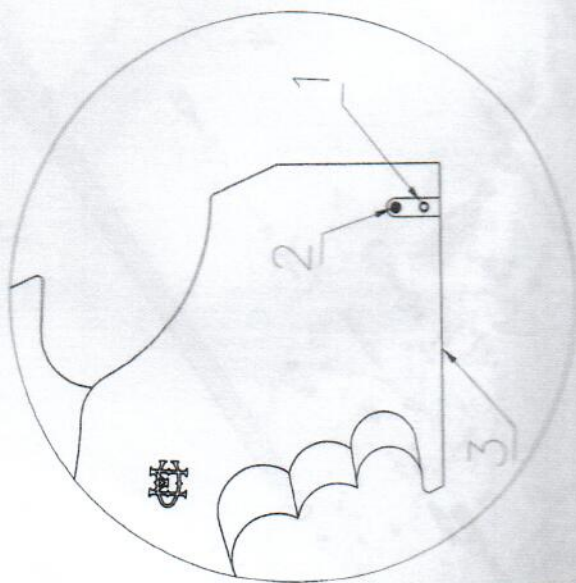

FIG. 2
2. Chargement du pistolet (Fig. 2)